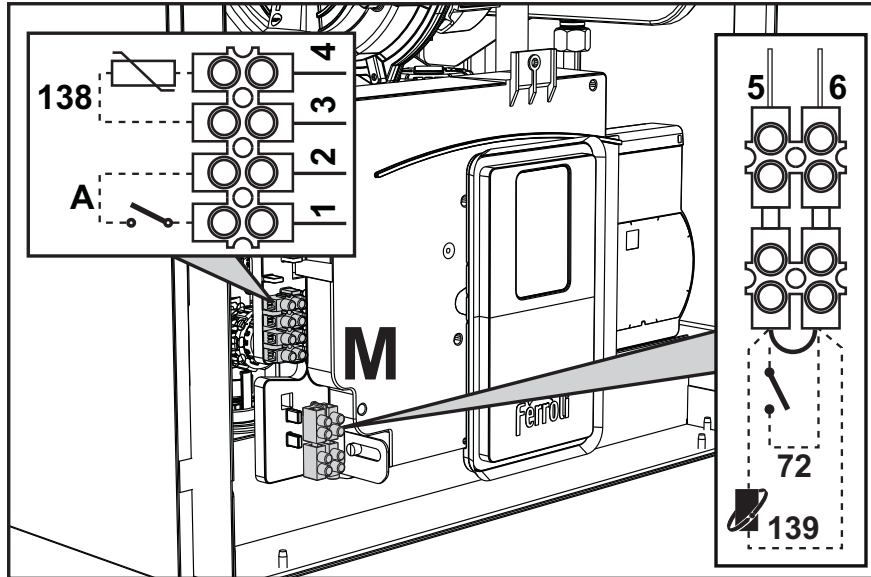

Abb. 28
Die Frontverkleidung (\*\*\*) 'Öffnen der Frontverkleidung' on page 36 (\*\*\*) abnehmen, um Zugriff zu den Klemmenleisten (M) und zur Sicherung (F) zu bekommen. Hierbei die nachfolgenden Angaben beachten. **Die angegebenen Klemmen (siehe abb. 28) müssen potenzialfreie Kontakte aufweisen (nicht 230 V).** Bezüglich der Anordnung der Klemmen für die verschiedenen Anschlüsse siehe Schaltplan, abb. 66.
### Konfiguration des ON/OFF Schalters (A abb. 28)